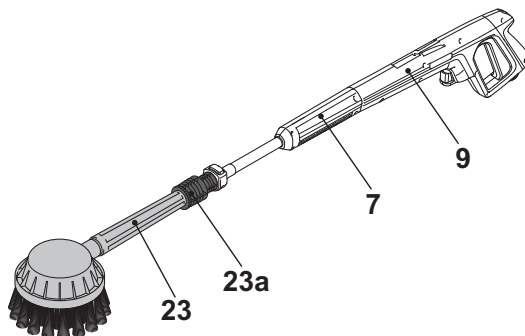

Fig. 11
1. Coloque la lanza de extensión (7) en la pistola pulverizadora (9) (Fig. 11).
2. Fije el cepillo giratorio (23) a la lanza de extensión.